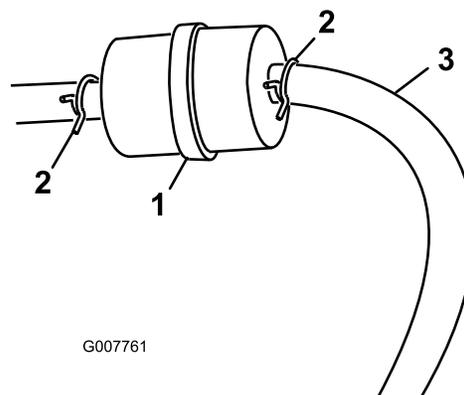

Рисунок 26
3. Сожмите концы шланговых хомутов и сдвиньте их с фильтра (Рисунок 26).
5. Установите новый фильтр и передвиньте шланговые хомуты ближе к фильтру (Рисунок 26).
3. Ослабьте шланговый хомут на топливном фильтре и отодвиньте его по топливному трубопроводу от фильтра (Рисунок 26).
4. Отсоедините топливный трубопровод от топливного фильтра (Рисунок 26).
Примечание: Дайте топливу слиться в канистру для топлива или сливной поддон (Рисунок 26).
5. Установите топливный трубопровод на топливный фильтр. Передвиньте шланговый хомут к топливному фильтру, чтобы закрепить топливный трубопровод (Рисунок 26).